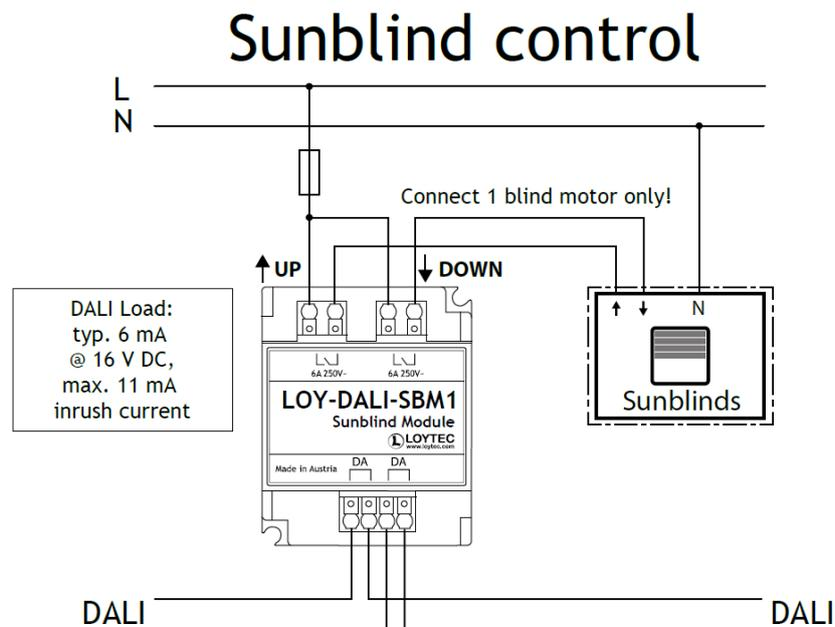

Abbildung 15: LOY-DALI-SBM1 zur Ansteuerung von Sonnenschutzantrieben
- Das Gerät und der Motor für die Jalousien müssen mit einer geeigneten Sicherung oder Schutzschalter abgesichert sein (siehe Abbildung 15).